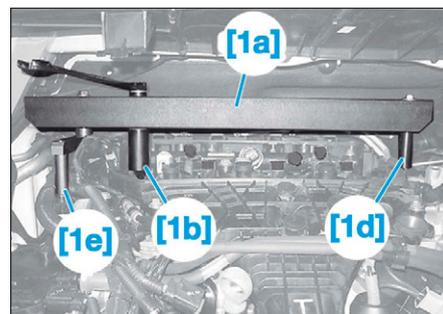

FIG. 55
- Visser l'embout [1b] sur l'injecteur (Fig.55).